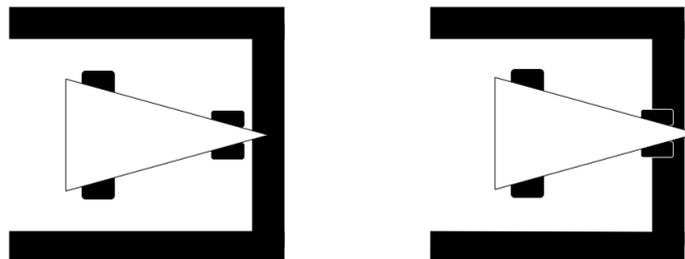
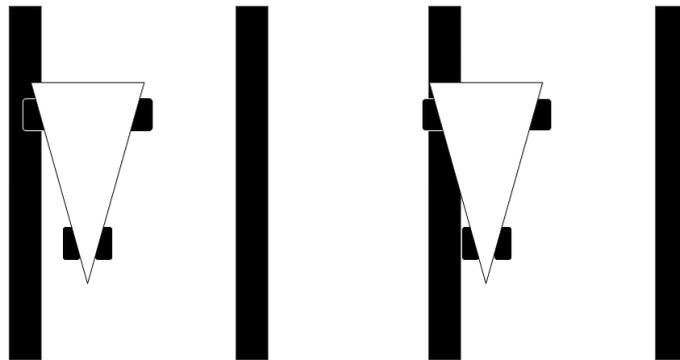

Figura 2: Robô não cruzou (esquerda) e cruzou (direita) a linha de chegada
Figura 3: Robô dentro (esquerda) e fora (direita) da sua faixa de rodagem
- a) considera-se que o robô terminou a pista quando a sua parte dianteira (**qualquer parte do robô, exceto o sensor usado para deteção da mudança do semáforo**) tiver ultrapassado **totalmente** (cruzado) a linha que assinala o final da pista, como se ilustra na Figura 2;
- e) considera-se que um robô saiu da sua faixa de rodagem se, pelo menos, parte de 1 das rodas ou parte do chassis ultrapassar **totalmente** a linha de marcação do limite da faixa de rodagem, como se ilustra na Figura 3;
- f) caso, após terminar a pista, o robô se imobilize de forma autónoma no espaço máximo de 0,5 m após o final da pista (**nenhuma parte do robô pode ultrapassar as linhas que assinalam este limite, quer na direção do movimento (como ilustrado na Figura 2), quer lateralmente (como ilustrado na Figura 3)**), é-lhe atribuído 1 ponto adicional;
- g) caso, após terminar a pista, o robô se imobilize de forma autónoma no espaço máximo de 1,0 m após o final da pista (**nenhuma parte do robô pode ultrapassar as linhas que assinalam este limite, quer lateralmente (como ilustrado na Figura 2), quer na direção do movimento (como ilustrado na Figura 3)**), é-lhe atribuído 0,5 ponto adicional;